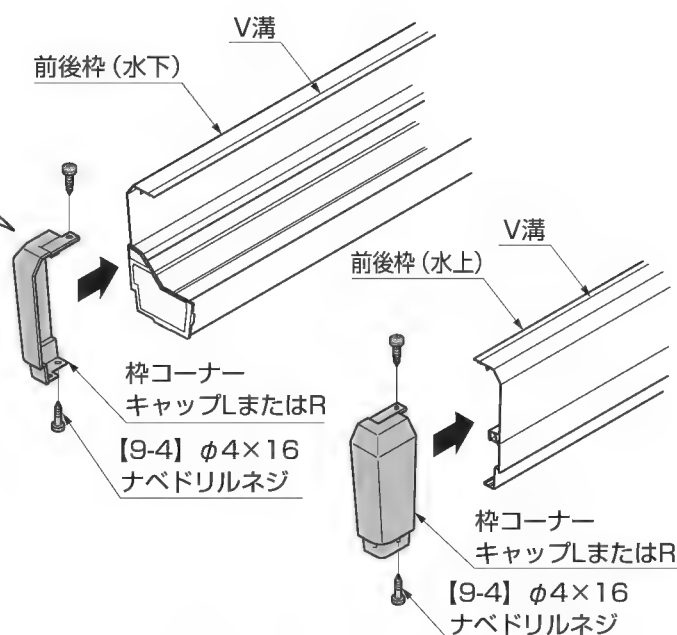

図9-3 枠コーナーキャップの取付け
- ② 枠コーナーキャップを、前後枠に【9-4】でV溝に合わせて取付けてください。(図9-3参照)